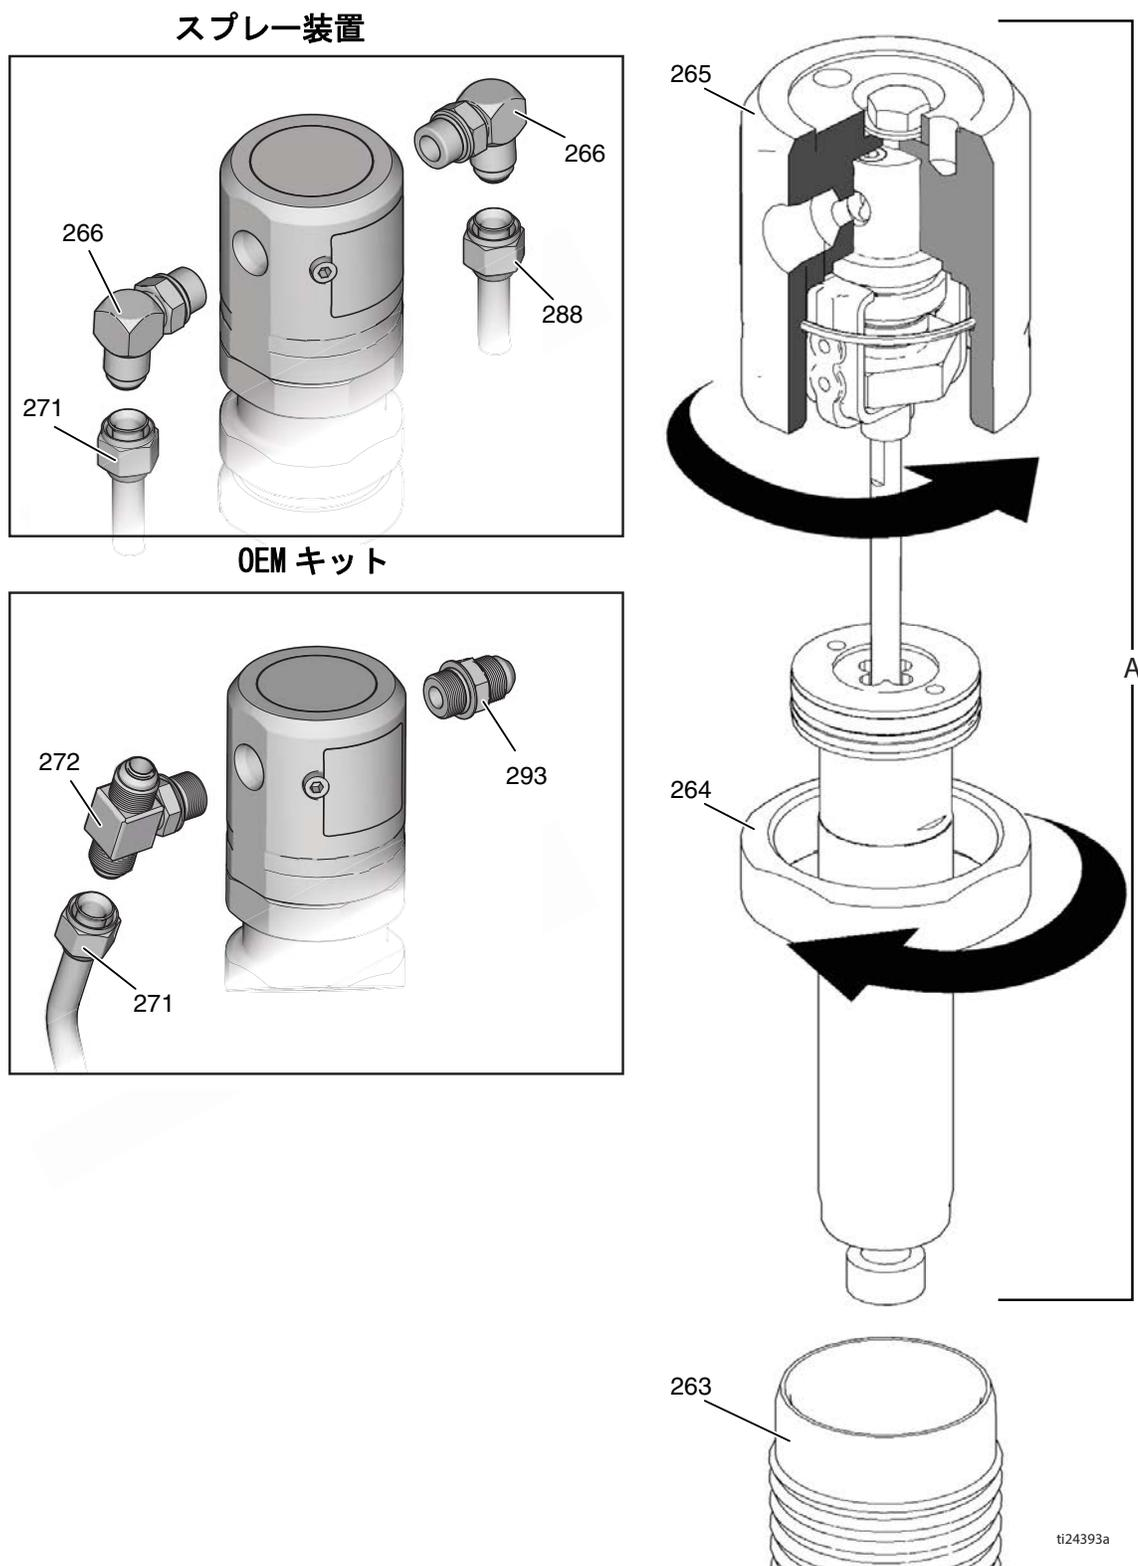

図 5
(図 5)
1. ピストンロッド・アッシーを油圧モータ・シリンダ (263) に滑り込ませます。
2. 油圧モータ・キャップ (265) をねじ込みます。インレットとアウトレットが油圧ラインと並び、油圧モータ・キャップの検査ホールがベルト保護具 (117) に向くまで、油圧モータ・キャップを緩めます。
3. 差し込みナット (264) を油圧モータ・キャップ (265) に 150 ft-lb (17 N·m) のトルクに締めます。
4. 図 5. 油圧ライン (271、288) を油圧モータ上部の左側と右側の金具 (266) に、40 ft-lb (54.2 N·m) トルクで締め付けて取り付けます。